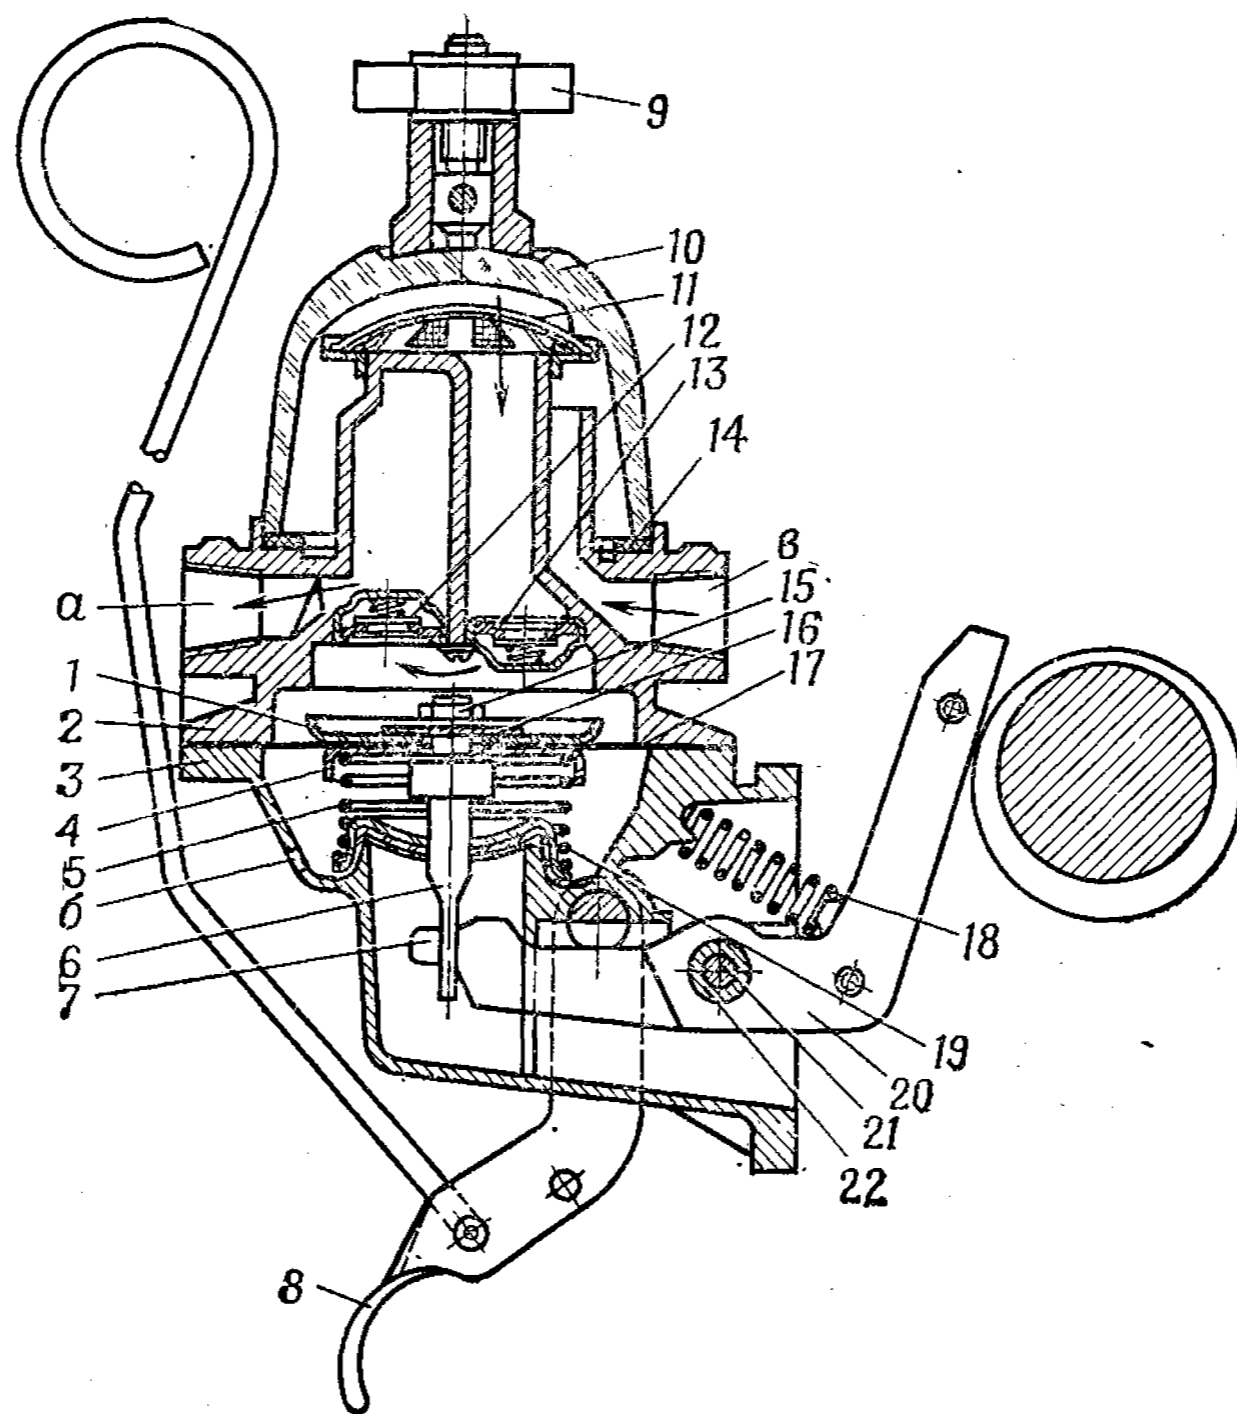
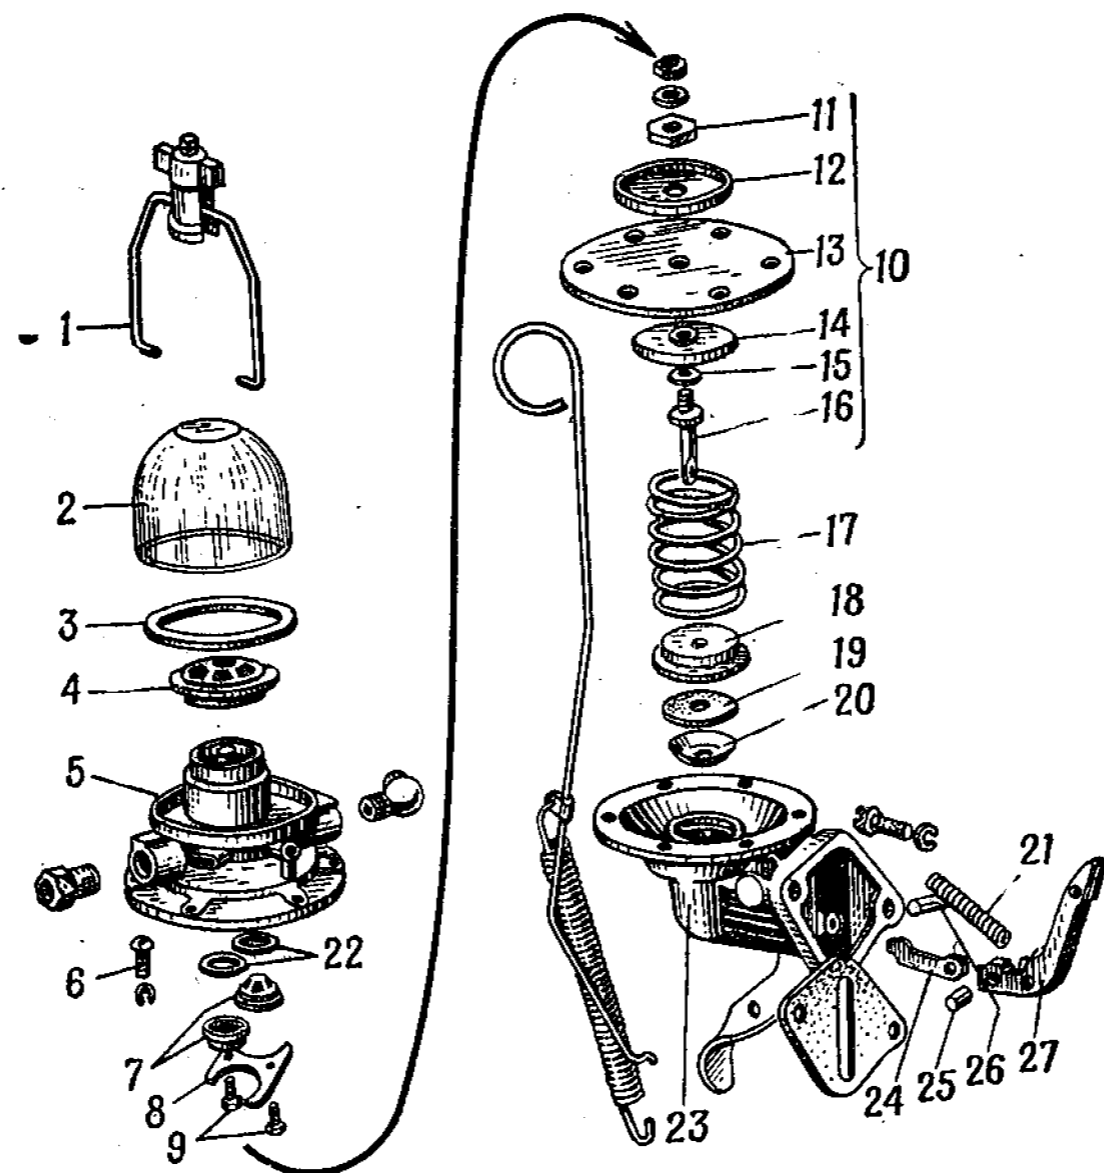

Рис. 67. Топливный насос в сборе:
Рис. 68. Топливный насос:
<p>Разборка топливного насоса</p> <p>1. Установить топливный насос на стенд для разборки и сборки карбюраторов и топливных насосов и закрепить</p> <p>2. Отвернуть гайку 9 (рис. 67), снять стакан 10, фильтр 11, прокладку 14 и коромысло 1 (рис. 68) в сборе</p> <p>3. Вывернуть прямой и угловой штуцера из резьбовых отверстий а (рис. 67) и в головки 2</p> <p>4. Сделать метки на корпусе 3 и головке 2, вывернуть винты 6 (рис. 68) с шайбами и снять головку с корпуса топливного насоса</p>	<p>Стенд для разборки и сборки карбюраторов и топливных насосов</p> <p>Плоскогубцы 150; отвертка В 175×0,7</p> <p>Ключи 17—19, 19—22</p> <p>Отвертка В 175×0,7</p>
6. Выпрессовать валик 21 (рис. 67) из корпуса 3 и снять пружину 18, рычаги 20 и 7 в сборе с втулкой 22 и диафрагму 17 в сборе с тягой 6. Вынуть втулку 22 и разъединить рычаги 20 и 7	Молоток АЗ; бородок 4
<p>7. Повернуть держатель 18 (рис. 68) с шайбой 20 и уплотнителем 19 до совмещения прорезей с плоским концом тяги 16 и снять с тяги шайбу 20, уплотнитель 19, держатель 18 и пружину 17</p> <p>8. Установить тягу 6 (рис. 67) в тиски, отвернуть гайку 15 и снять с тяги предохранительную шайбу 16, верхнюю шайбу 1, диафрагму 17, нижнюю шайбу 4 и уплотнительную шайбу диафрагмы</p>	<p>—</p> <p>Тиски П—120; накладки для губок тисков; ключ 11—14</p>
11. Вставить в гнезда клапанов головки 5 (рис. 68) картонные уплотнительные прокладки 22, клапаны 7, установить держатель 8, ввернуть и затянуть винты 9.
<p>12. Установить тягу 16 в тиски, надеть на резьбовой конец тяги уплотнительную шайбу 15, нижнюю шайбу 14, диафрагму 13, верхнюю шайбу 12, предохранительную шайбу 11, пружинную зубчатую шайбу и навернуть гайку 15 (рис. 67), не затягивая ее.</p>	<p>Тиски П—120; накладки для губок тисков; ключ 11—14</p>
<p>15. Установить на тягу 16 (рис. 68) пружину 17, держатель 18, сжать пружину, удерживая держатель 18, надеть на конец тяги уплотнитель 19, шайбу 20 и повернуть держатель 18 вместе с уплотнителем и шайбой на 90° так, чтобы прорези на шайбе 20 и держателе 18 были перпендикулярны к плоскому концу тяги 16</p>	<p>—</p>
<p>16. Соединить рычаги 24 и 27 втулкой 25. Установить диафрагму 17 (рис. 67) в сборе с тягой 6 и пружиной 5 на корпус 3, сжать пружину и, установив рычаг в сборе в корпус, ввести конец рычага 7 в прорезь тяги 6. Установить пружину 18 между рычагом 20 и корпусом 3, совместить отверстия во втулке 22 и корпусе и запрессовать валик 21</p>	<p>Молоток АЗ; бородок 4</p>
<p>18. Установить на диафрагму 17 головку 2 в сборе, совместить выбитые метки и отверстия в головке, диафрагме и корпусе 3 и ввернуть винты 6 (рис. 68) с пружинными шайбами, не затягивая их</p>	<p>Отвертка В 175×0,7</p>
<p>19. Повернуть рычаг 8 (рис. 67) до смещения диафрагмы 17 в нижнее положение и затянуть винты крепления головки 2 к корпусу 3</p>	<p>Отвертка В 175×0,7</p>
<p>21. Установить концы коромысла 1 (рис. 68) в отверстие головки 5, вставить в гнездо головки прокладку 3, установить фильтр 4, стакан 2 и закрепить его гайкой винта коромысла</p>	<p>Плоскогубцы 150; отвертка В 175×0,7</p>